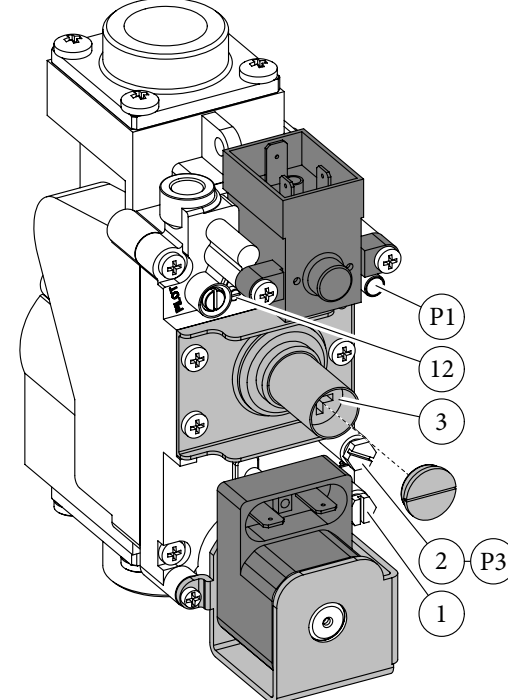

Fig. 3-10
Accendere la caldaia e attivare la funzione spazza camino alla minima potenza (0%). Per avere un valore esatto della CO2 nei fumi è necessario che il tecnico inserisca fino in fondo la sonda di prelievo nel pozzetto, quindi verificare che il valore di CO2 sia quello indicato nella tabella del parag. 3.24, in caso contrario regolare sulla vite (3 fig. 3-10) (regolatore di Off-Set). Per aumentare il valore di CO2 è necessario ruotare la vite di regolazione (3) in senso orario e viceversa se si vuole diminuire.
Al termine della regolazione della CO2 minima accendere la caldaia e attivare la funzione spazza camino alla massima potenza (100%). Per avere un valore esatto della CO2 nei fumi è necessario che il tecnico inserisca fino in fondo la sonda di prelievo nel pozzetto, quindi verificare che il valore di CO2 sia quello indicato nella tabella del parag. 3.24, in caso contrario regolare sulla vite (12 fig. 3-10) (regolatore portata gas).